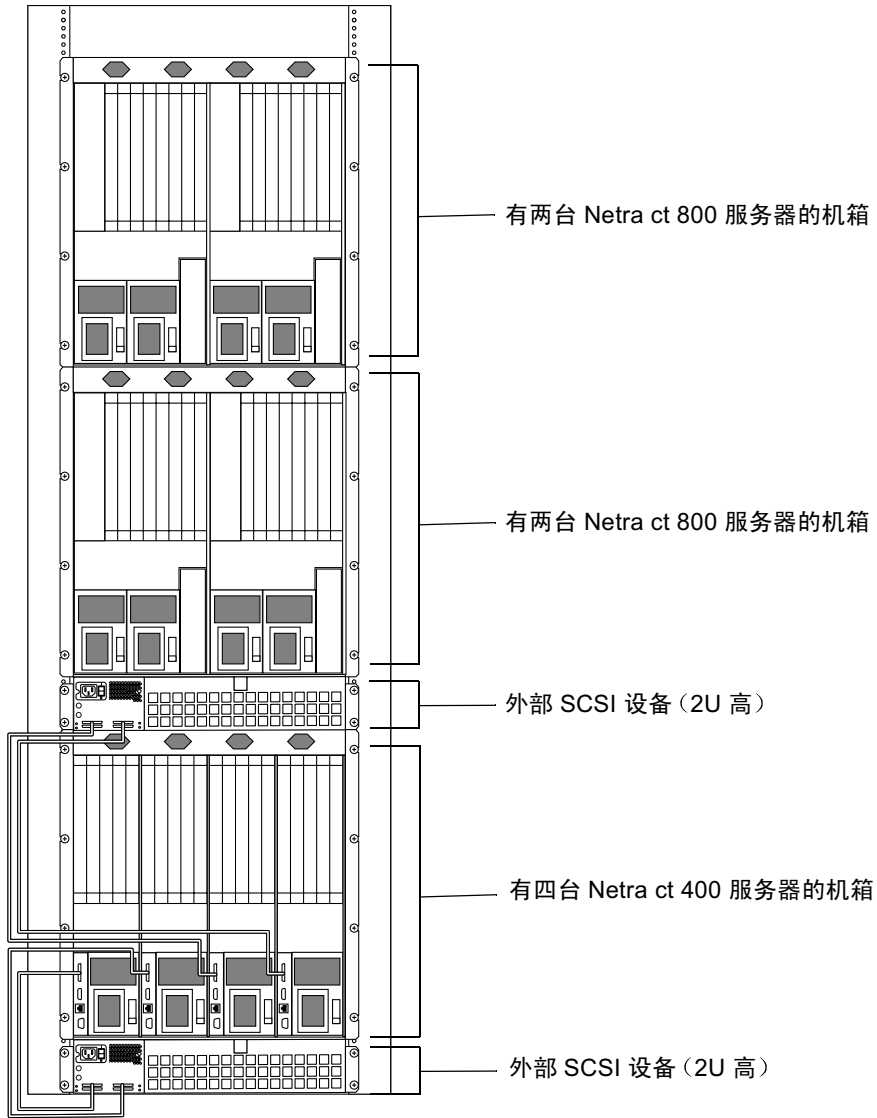

图 2-4 示例配置 2—三个机箱，两个外部 SCSI 设备
- 图 2-4—示例配置 2—三个机箱，两个外部 SCSI 设备